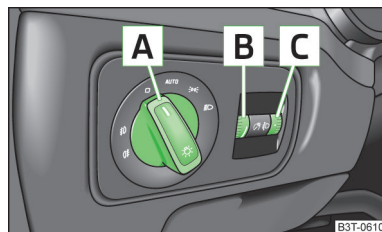

Fig. 31
Sur les véhicules avec **direction à droite**, la disposition des boutons diffère partiellement de celle indiquée dans » fig. 31 à la page 49. Les symboles illustrant les positions des boutons sont identiques.
Le commutateur des feux **A** et le bouton rotatif **B** ou **C** permettent de commander les mêmes fonctions » fig. 31.
duit » fig. 31.
Lorsque la lumière est allumée, la rotation du bouton **C** permet d'ajuster la luminosité de l'éclairage des instruments » fig. 31.
- ✓ Le commutateur des feux se trouve en position 0 ou **AUTO** » fig. 31 à la page 49.